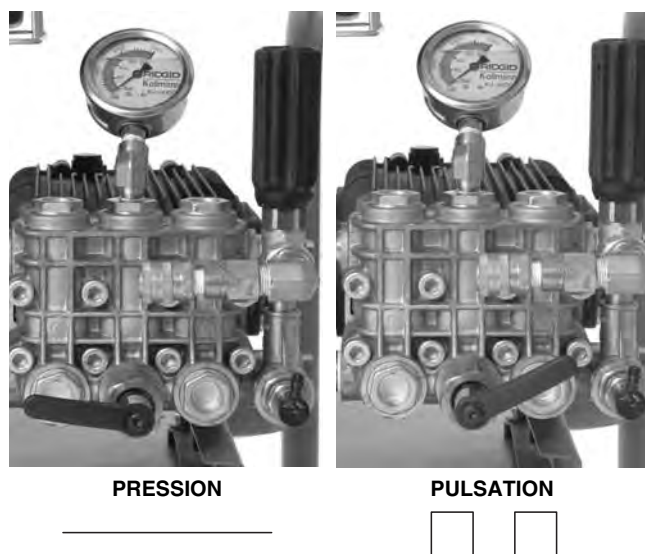

Figure 16 – Position du levier de pulsation
3. Vérifiez que le levier de pulsation est tourné complètement à gauche, c.-à-d., en position « Pression » (Figure 16).